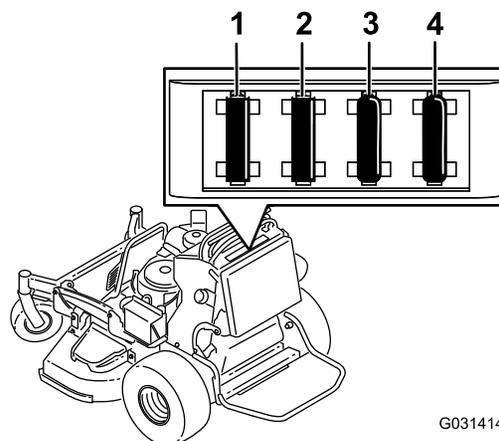

Рисунок 64
5. Выньте предохранитель и замените его (Рисунок 64).